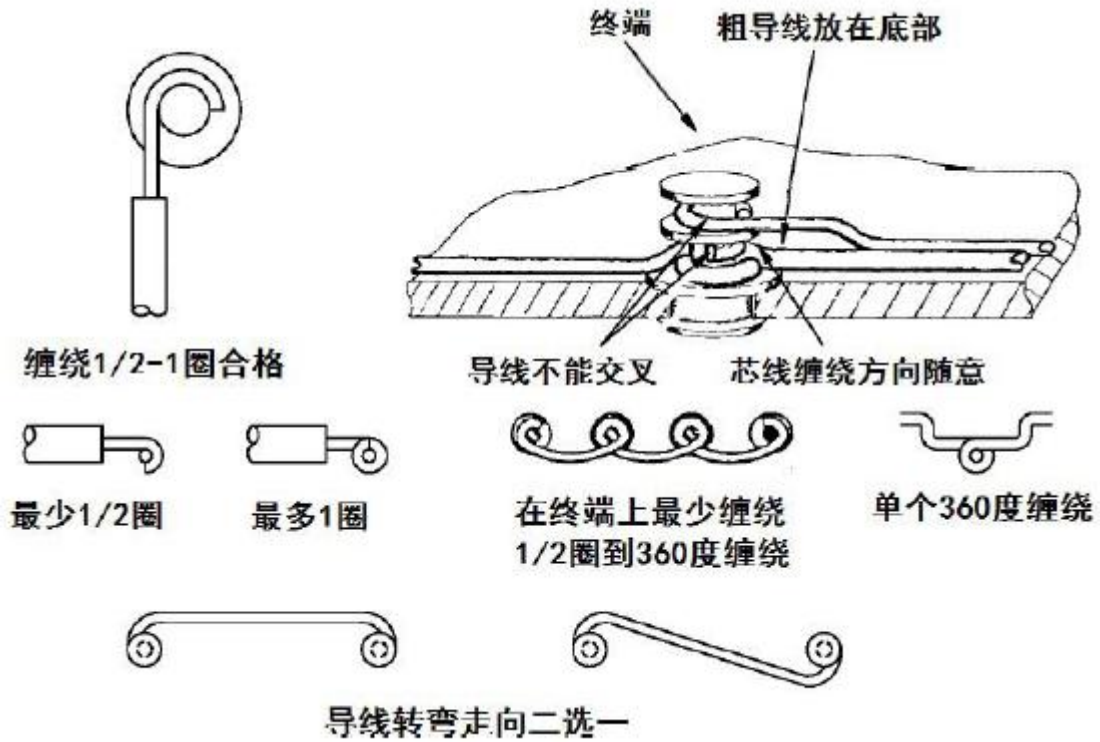

图1 终端柱的焊接要求
<p>2. 接线终端柱的焊接</p> <p>(1) 焊接准备： 选择练习板上的焊接位置，检查焊台状态、用水湿润焊台高温海绵、打开焊台并设定焊接温度（360-390 摄氏度），使用吸锡器清理需要焊接导线的终端柱多余焊锡。</p> <p>选择焊接的导线、根据需要去除导线绝缘层。</p> <p>注意：焊接施工过程中请正确佩戴防静电腕带，并可靠接地；防止焊台高温对人员和设备造成损伤。</p> <p>(2) 终端柱和导线镀锡： 在导线末端套上合适长度的热缩管，将导线芯线镀上一层焊锡，加热时间不能超过 4 秒，防止导线绝缘过热损伤。</p> <p>使用（按需）酒精将焊接终端清洗干净并完成镀锡工作。</p> <p>(3) 终端柱焊接： 根据终端柱的形状弯折导线末端（参考图 1），完成至少 3 根导线的焊接。 将热缩管放置到焊接终端规定位置，使用隔热套管进行防护并完成每根导线终端的热缩管的热缩工作（按需）。</p>